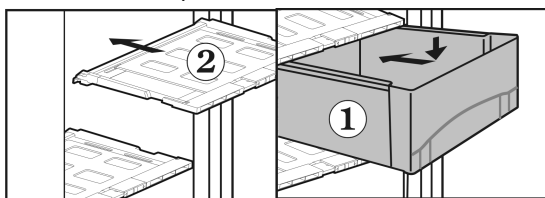

Fig. 17
- Vetolaatikon kannen Fig. 17 (2) sulkeminen: Työnnä kannen ulokkeet alhaalta käsin takana oleviin pitimiin ja sulje sitten kansi niin, että se lukkiutuu edestä paikalleen..
- Vetolaatikot Fig. 17 (1) asetetaan kiskojen varaan ja työnnetään sisään, kunnes laatikko lukkiutuu kuuluvasti paikalleen.